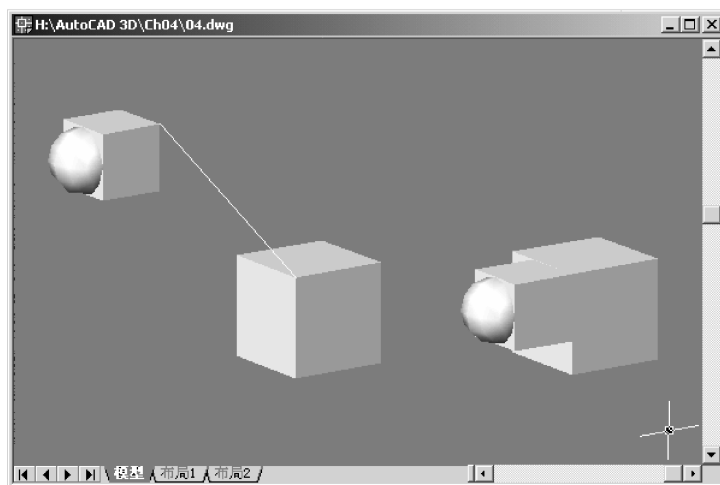

图 4-19 使用“一对点”方式对齐
(1)“一对点”方式,即指定第一个源点和第一个目标点后按回车键结束命令,AutoCAD 将根据第一个源点到第一个目标点之间的矢量将指定对象进行平移。例如,对于图 4-19 中左侧的两个三维对象,如果以图中直线的两个端点作为对齐的源点和目标点,对齐的结果将如图中右侧所示。